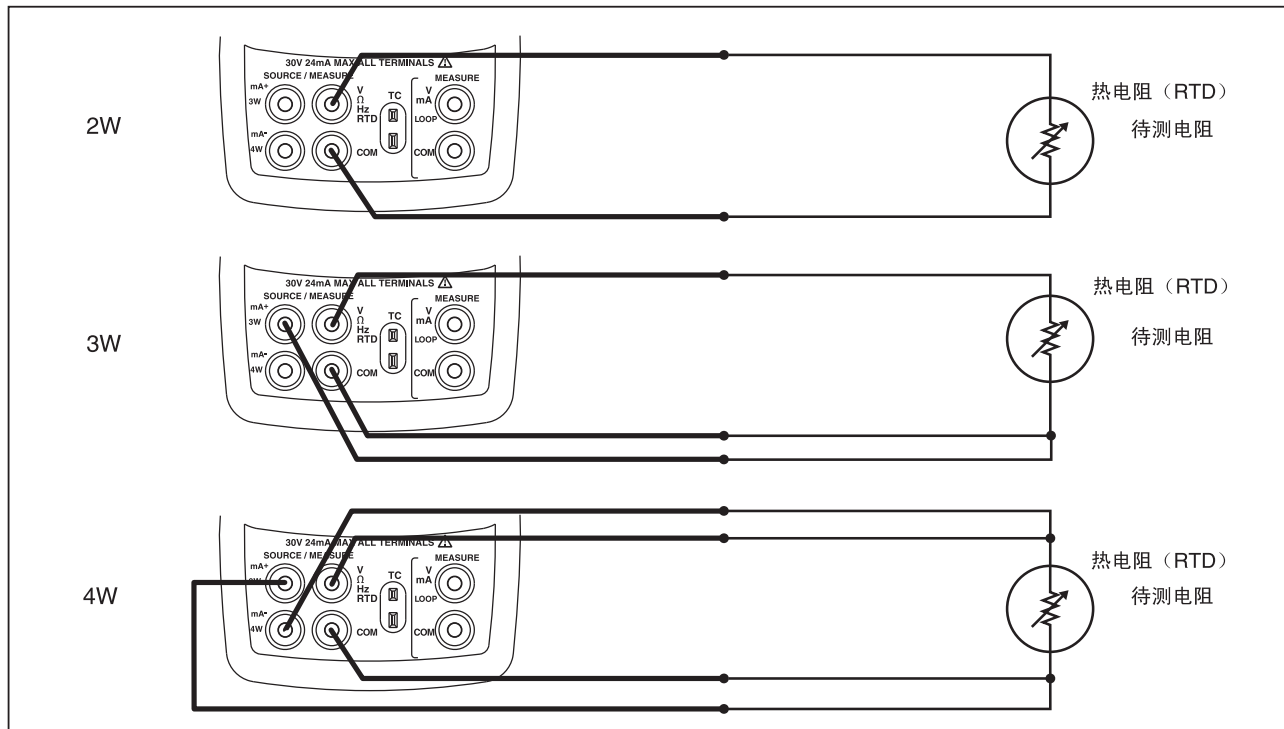

图 11. 用热电阻 (RTD) 测量温度, 测量 2-线、3-线和 4-线电阻
4. 将热电阻 (RTD) 如图 11 所示连接到输入端子。